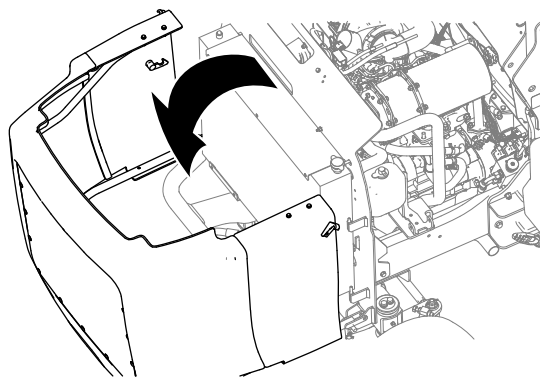

Figura 64
5. Destranque e abra o capot (Figura 64).